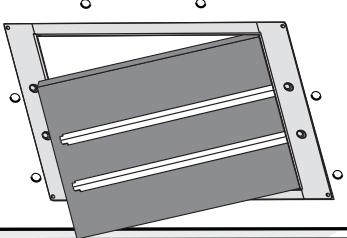

Fig.20
-Si l'emballage contient une bride comme celle indiquée **Fig.20**, il faut la fixer à la hotte à l'aide des vis y compris.